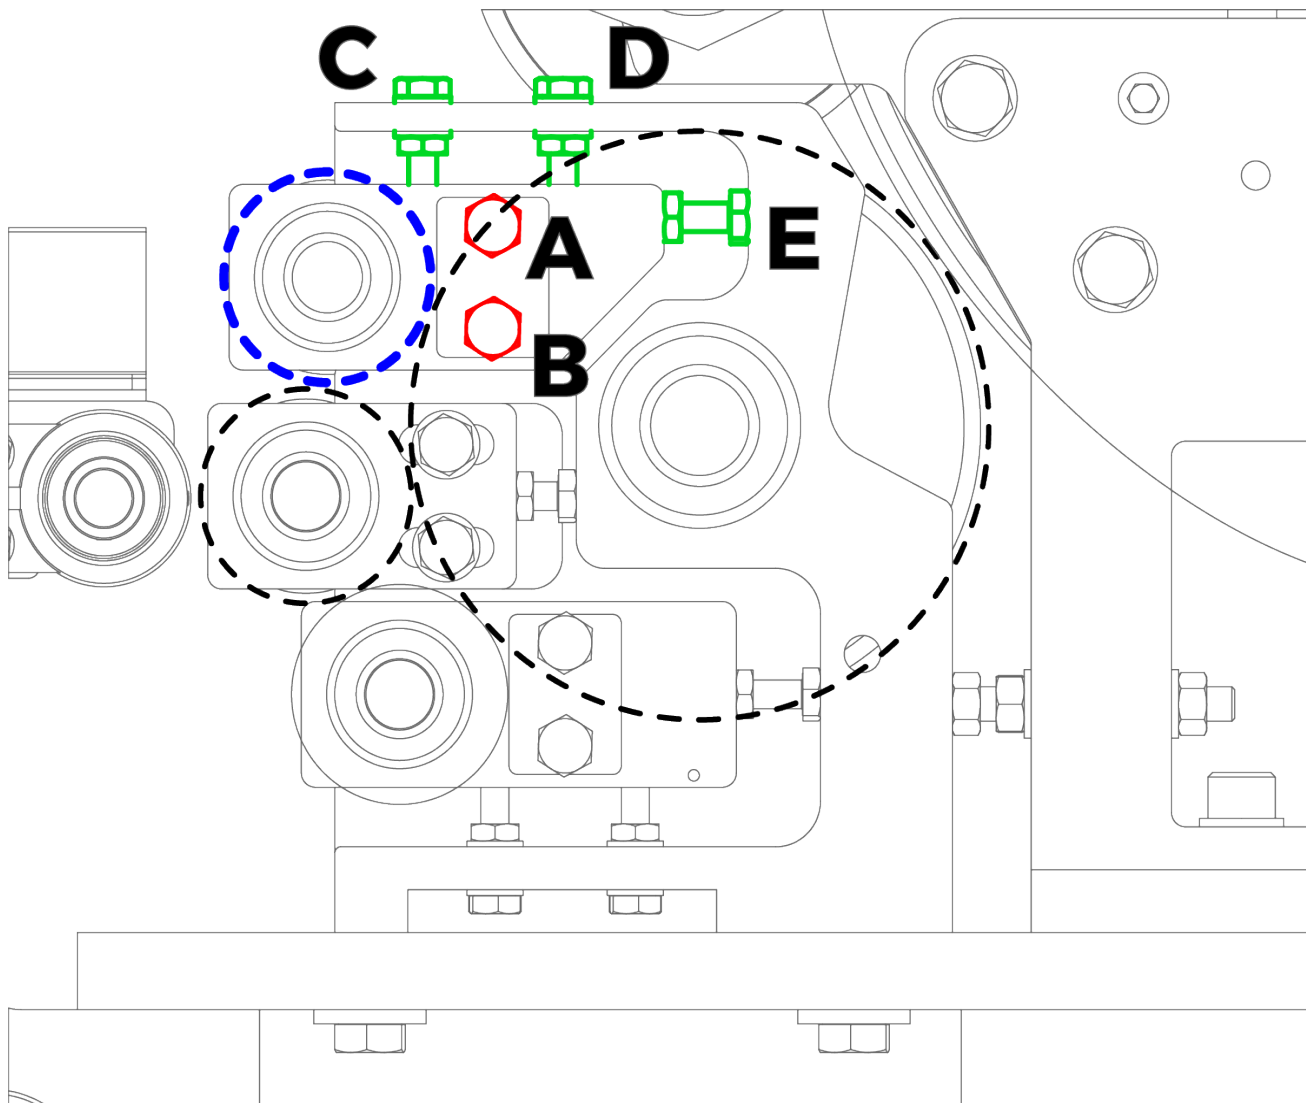

Figura 6.3.7 – Registrazione del rullo superiore del gruppo di entrata
Dopo aver registrato il rullo inferiore del gruppo di entrata è necessario posizionare correttamente il rullo superiore (evidenziato in **blu** nella Figura 6.3.7) rispetto al rullo maggiore e al rullo centrale.
- Allentare le due viti di bloccaggio su entrambi i lati (simboli **A** e **B** nella Figura 6.3.7)
- Regolare la distanza agendo sulle viti di registro (simboli **C**, **D**, **E** nella Figura 6.3.7).
- Dopo aver impostato la corretta distanza su entrambi i lati del rullo serrare le viti di bloccaggio (simboli **A** e **B** nella Figura 6.3.7).
- Serrare i dadi e i controdadi delle viti di registro (simboli **C**, **D**, **E** nella Figura 6.3.7).